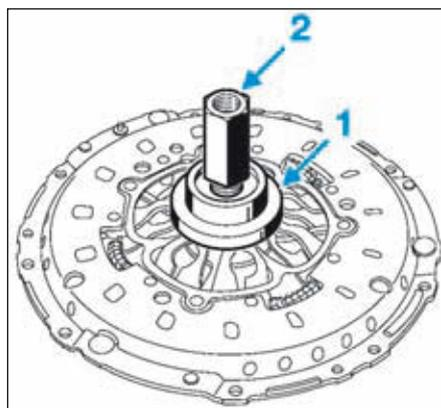

FIG.4
- le mécanisme sur le socle puis la butée à billes, la bague de bronze (1) et l'écrou (2) (Fig.4).